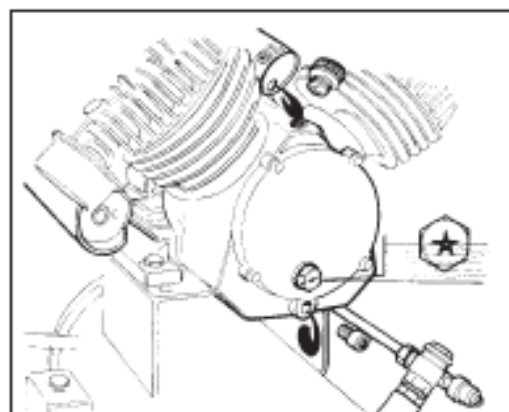
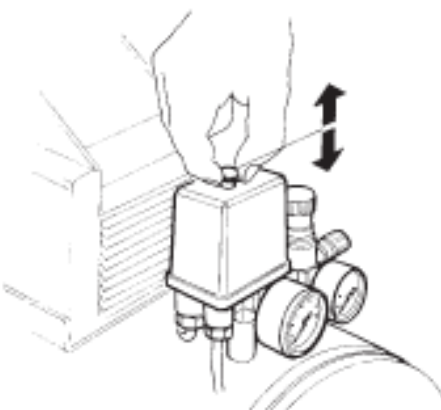

fig. 3.1
fig. 5
■ controlar que el botón situado debajo del presostato (**fig. 5**) se encuentra en posición de apagado “OFF-0”.
Después de realizar los controles recién ilustrados, conectar el enchufe a la toma de corriente y poner en marcha el compresor, operando con el botón del presostato para ubicarlo en la posición “ON-1” (**fig. 5**).
Para apagar el compresor, empujar hacia abajo el botón hasta alcanzar la posición “OFF-0” (**fig. 5**). En los modelos CHB controlar el nivel del aceite a través de la tapa transparente; el punto rojo, ubicado en el centro de la misma, indica el nivel ideal (**fig. 3.1**).
El funcionamiento del compresor se regula a través de la acción directa del presostato (**fig. 5**), que desconecta el motor de la alimentación de red, tan pronto la presión alcance el valor fijado por el mismo presostato (**15 bar**), y que vuelve a efectuar la conexión cuando la presión se acerca al valor de **2 bar**, inferior al valor de presión máxima permitida.